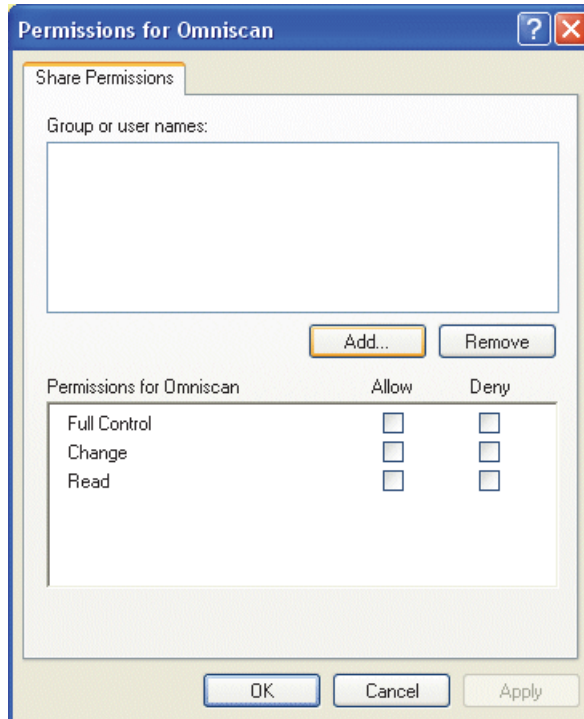

Figura 7-15 Cuadro de diálogo Permissions for Omniscan (Windows XP)
7. En el cuadro de diálogo **Permissions for Omniscan** (Permisos para el OmniScan), haga clic en el botón **Add** (Agregar). Véase la Figura 7-15 en la página 225.